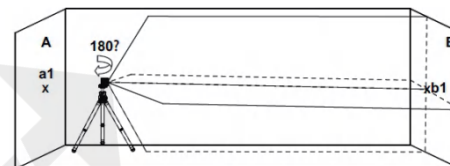

Fig.2
5. Tournez le laser de 180° vers le mur B et marquez sur le mur le centre des lignes croisées comme b1 (voir figure 2).